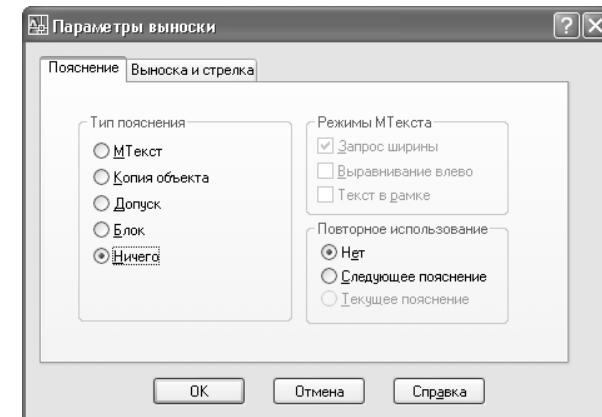

Рис. 11.27 ▼ Параметры вкладки **Пояснение** (Annotations) диалогового окна **Параметры выноски** (Leader Settings)
- После нажатия **Enter** на экране появится диалоговое окно **Параметры выноски** (Leader Settings). Установите параметры вкладки **Пояснение** (Annotations) этого окна в соответствии с рис. 11.27.